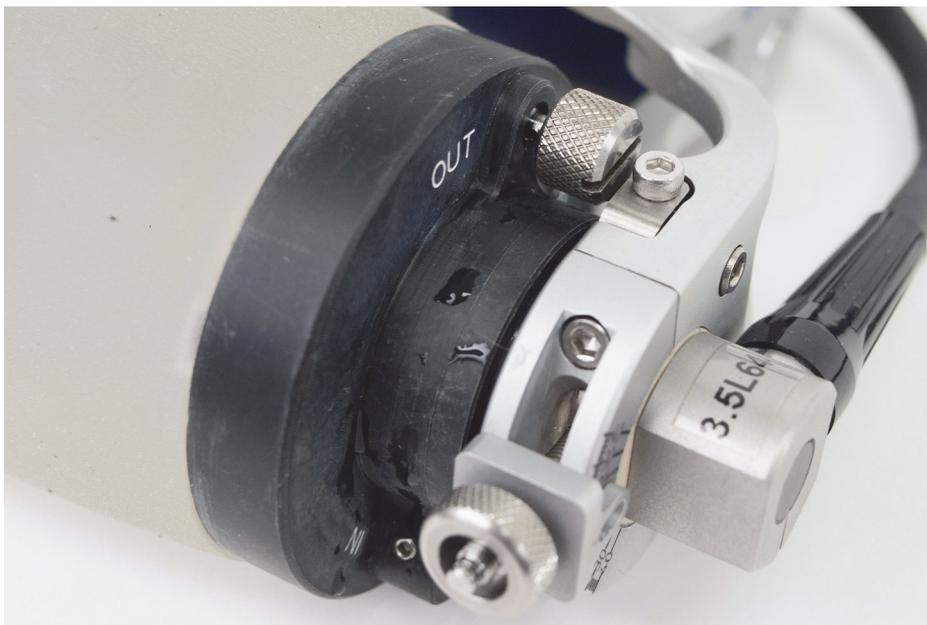

图 6-4 输出 (OUT) 阀的位置
1. 拧开输出（OUT）阀一圈半，将其打开（参见第76页的图 6-4）。